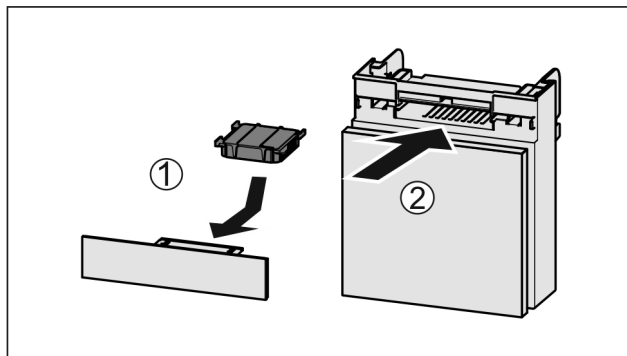

Fig. 70
- Anbring aktivkulfilteret som vis på billedet Fig. 70 (1).
- Skub rummet ind Fig. 70 (2).